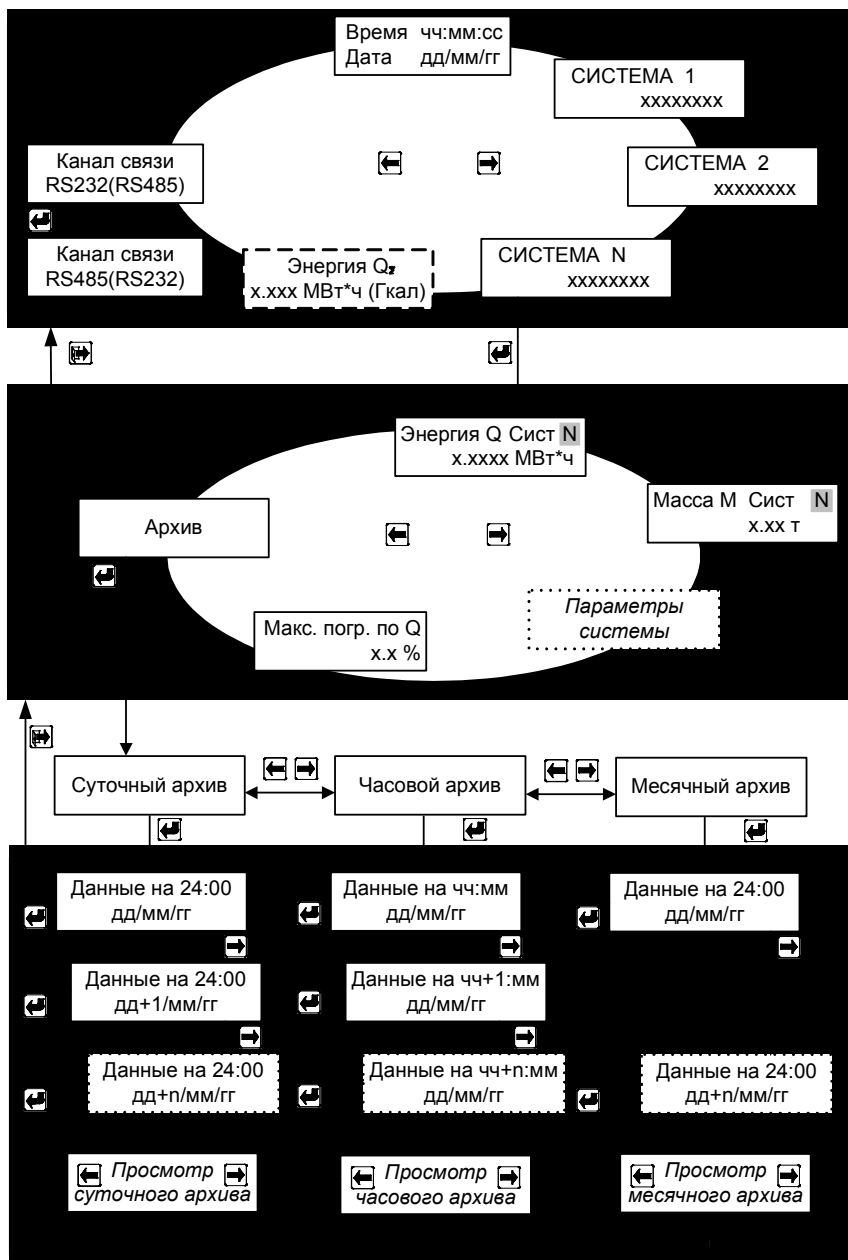

Рис. 7.1
7.2.2 Порядок перехода между окнами режима «Рабочий» изображён на рис. 7.1.